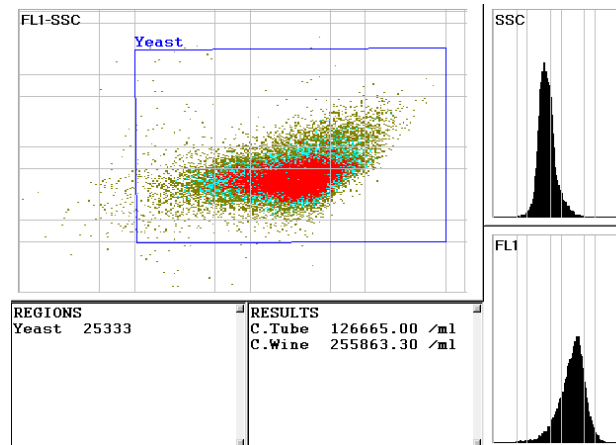

Figure 2: Comptage d'analyse des Brettanomyces
- Adapter la fenêtre (gate) "Yeast" dans l'histogramme FL1 / SSC afin de couvrir toute la population de levures (voir figure 2).